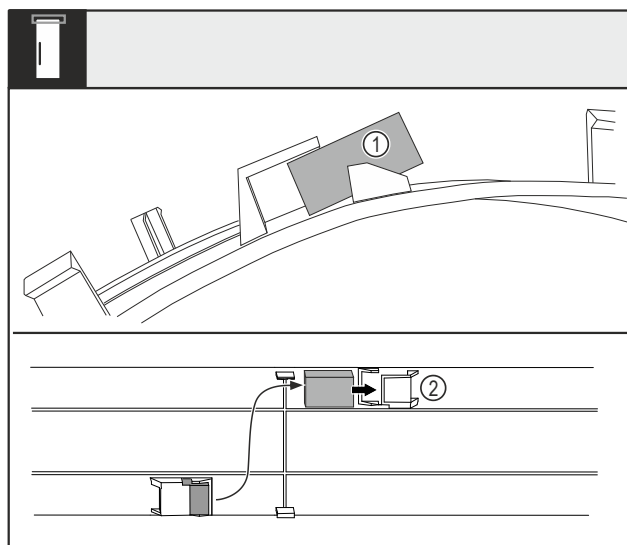

Fig. 15
- Taivuta suojusta ja vedä ovimagneetti Fig. 15 (1) ulos liitinpesästä.
- Työnnä ovimagneetti toiseen liitinpesään Fig. 15 (2).